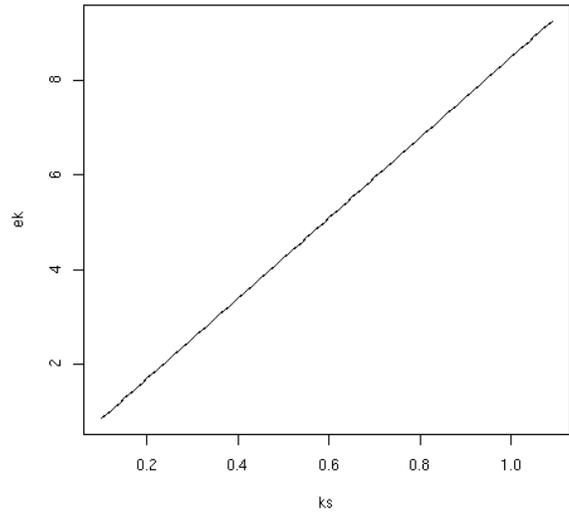

Figura 2: Análisis de sensibilidad
Puesto que una de las variables que entran en la fórmula es un vector, la salida será también un vector y podemos representar ambos (figura 2).
1. La figura 2 muestra que la sensibilidad del modelo de Thornes a la variable  $K$  es lineal. ¿Te parece una relación esperable teniendo en cuenta la forma de la ecuación del modelo? ¿Por qué?